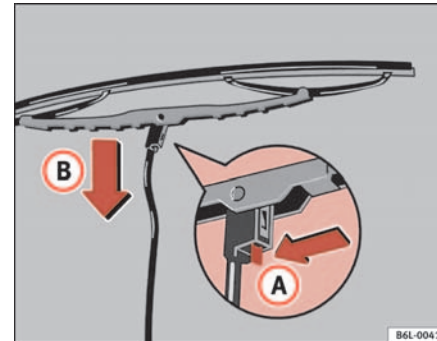

Abb. 126 Auswechseln der Scheibenwischerblätter
- Drücken Sie die Sicherungsfeder in Pfeilrichtung **A** ⇒ Abb. 126.
- Rasten Sie das Wischerblatt in Pfeilrichtung **B** ⇒ Abb. 126 aus und nehmen Sie es anschließend in entgegengesetzter Richtung vom Arm ab. ▶